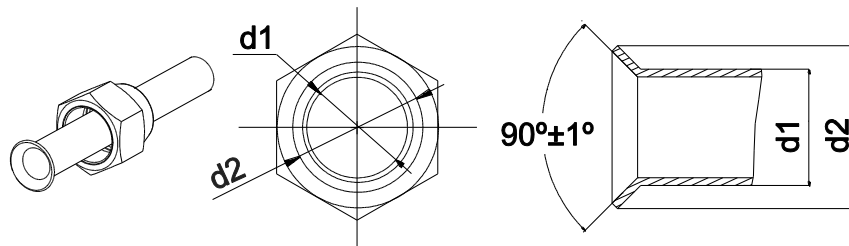

Fig. 8
4. Vérifiez que l'évasement réalisé soit régulier et qu'il n'y ait pas de fissures (voir la figure. 8)